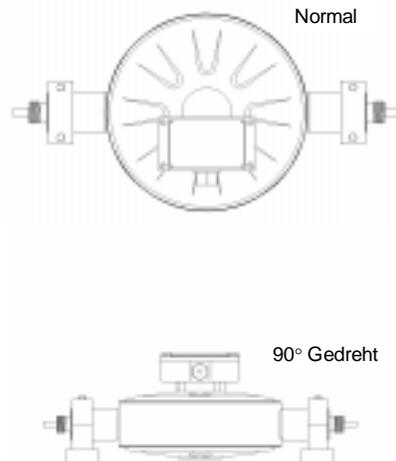

Abb. 21: Alternative Montage bei horizontaler Installation
- Bei horizontaler Montage kann der Aufnehmer auch flach um 90° gedreht werden (Abb. 21)